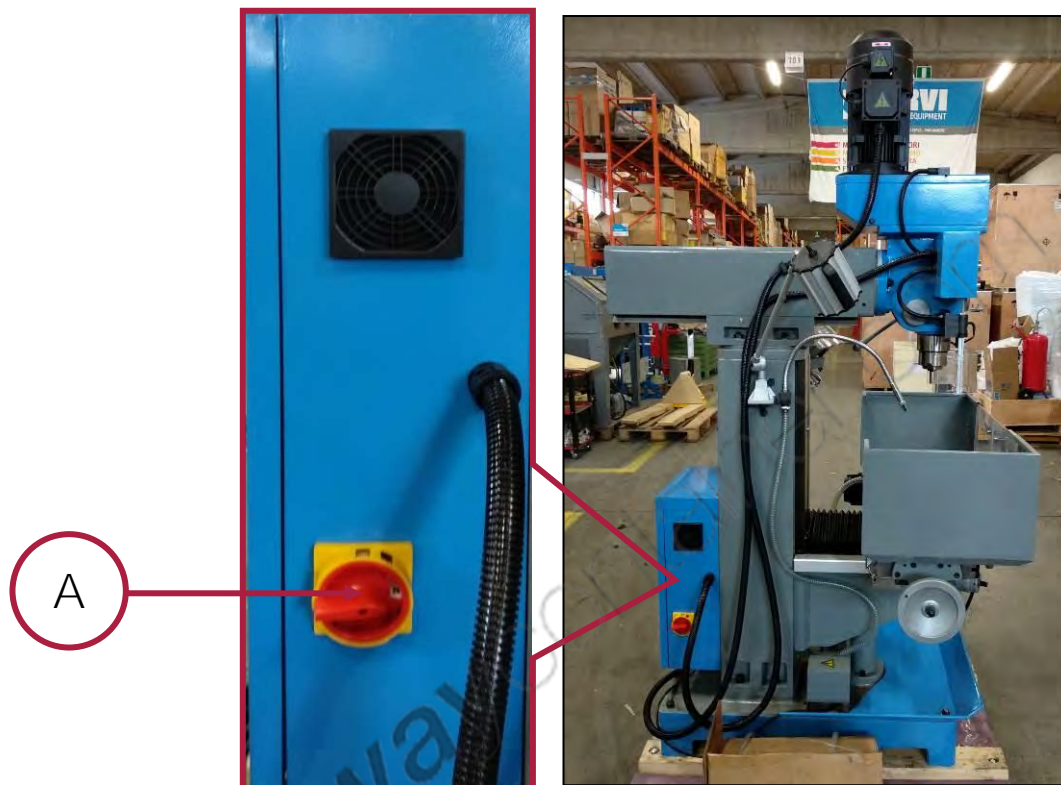

Figura 8 - Sezionatore generale dell'alimentazione elettrica.
**F050I:** 100 ÷ 600 giri/min – Configurazione leva: vedere Figura 8.
**F050I:** 350 ÷ 2000 giri/min – Configurazione leva: vedere Figura 8.
Sul quadro elettrico della macchina, ubicato nella parte posteriore della stessa, dietro alla colonna portante, è posizionato il sezionatore generale dell'alimentazione elettrica (Rif. A in Figura 8).